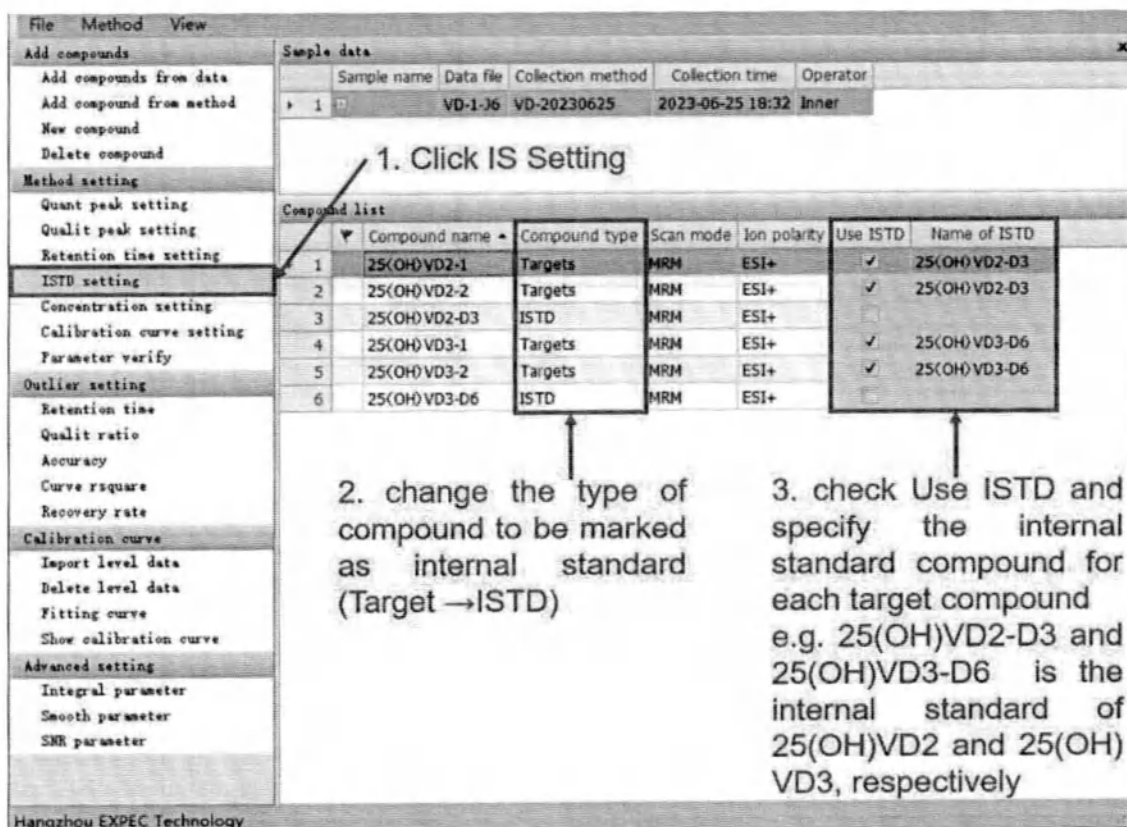

Рисунок 5.79. Интерфейс настройка внутреннего стандарта.
- 7) Нажмите Method setting («Настройка метода»), выберите ISTD setting («Настройка внутреннего стандарта»), сначала измените тип соединения, которое будет отмечено как внутренний стандарт (ISTD), затем установите галочку в столбце Use ISTD («Использовать внутренний стандарт») и укажите соединение внутреннего стандарта для каждого целевого соединения в раскрывающемся меню Name of ISTD («Имя внутреннего стандарта»). В этом примере целевое соединение M4PFOA является внутренним стандартом PFOA, а целевое соединение M4PFOS является внутренним стандартом PFOS (рисунок 5.79.).